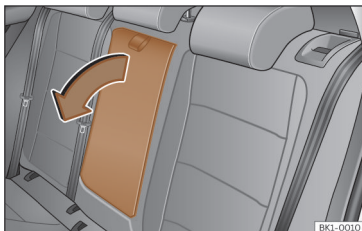

Abb. 79 Herausklappbare Mittelarmlehne hinten (schematische Darstellung).
- Zum *Ausklappen* der Armlehne, Zugschleife in Pfeilrichtung ziehen»» **Abb. 79**